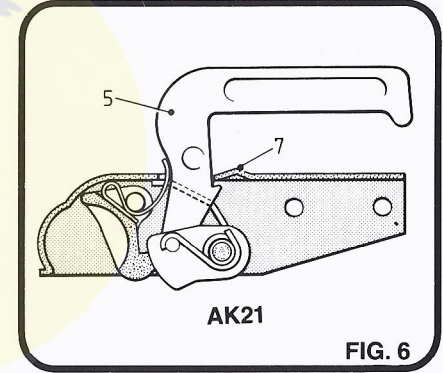

FIG. 6
**Types AK13/1 : AK21 (Fig. 6)**